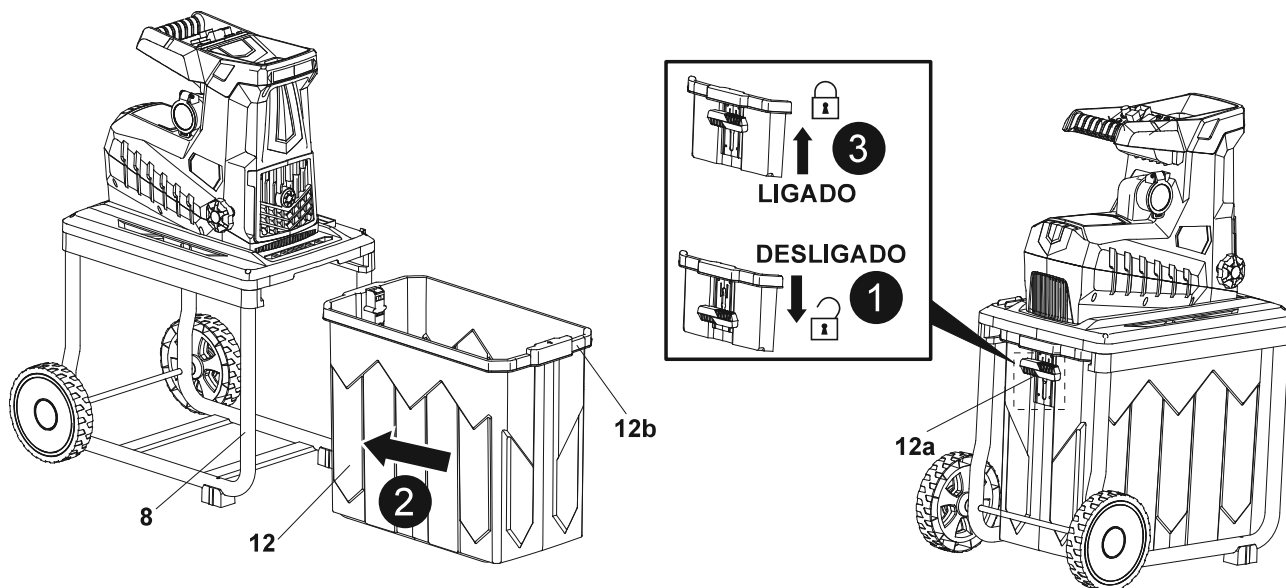

Fig. 5
1. Pressione o interruptor de bloqueio (12a) completamente para baixo para a posição "OFF" (Fig. 5, passo 1).
2. Segure no punho com reentrância (12b), insira a caixa de recolha (12) na estrutura (8) e faça-a deslizar até ao batente (Fig. 5, passo 2).
3. Puxe o interruptor de bloqueio (12a) completamente para cima para a posição "ON" de modo a fixar a caixa de recolha (12) na devida posição (Fig. 5, passo 3).